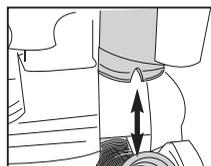

Fig. 3
- **Manguera de la base** – Jale hacia abajo para aflojar su extremo. Use un dedo para despejar el bloqueo. Vuelva a colocar el extremo de la manguera en su sitio con un chasquido (Fig. 3).